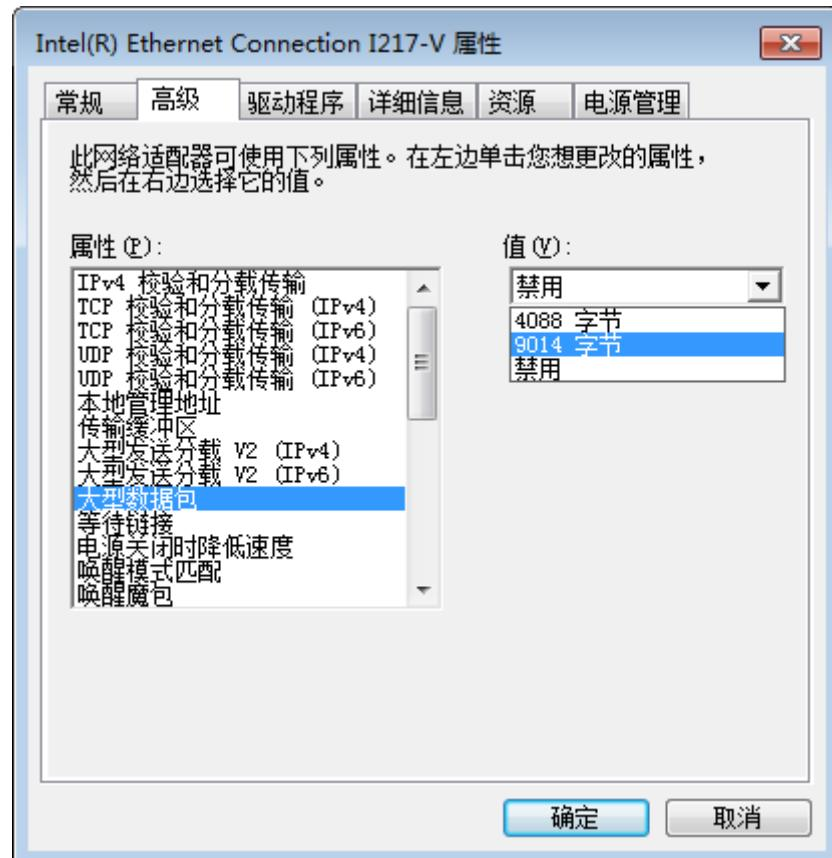

图3-3 网卡属性高级设置
2. 依次点击控制面板》硬件和声音》设备管理器》网络适配器，选中对应的网卡，打开属性中的高级菜单，本地网卡大型数据帧设置为最大值 9014 字节，传输缓冲区和接收缓冲区均设置为 2048，中断节流率设置为极值。上述最大值视具体网卡情况不同，设置为最大值即可。具体设置如图 3-3 所示。